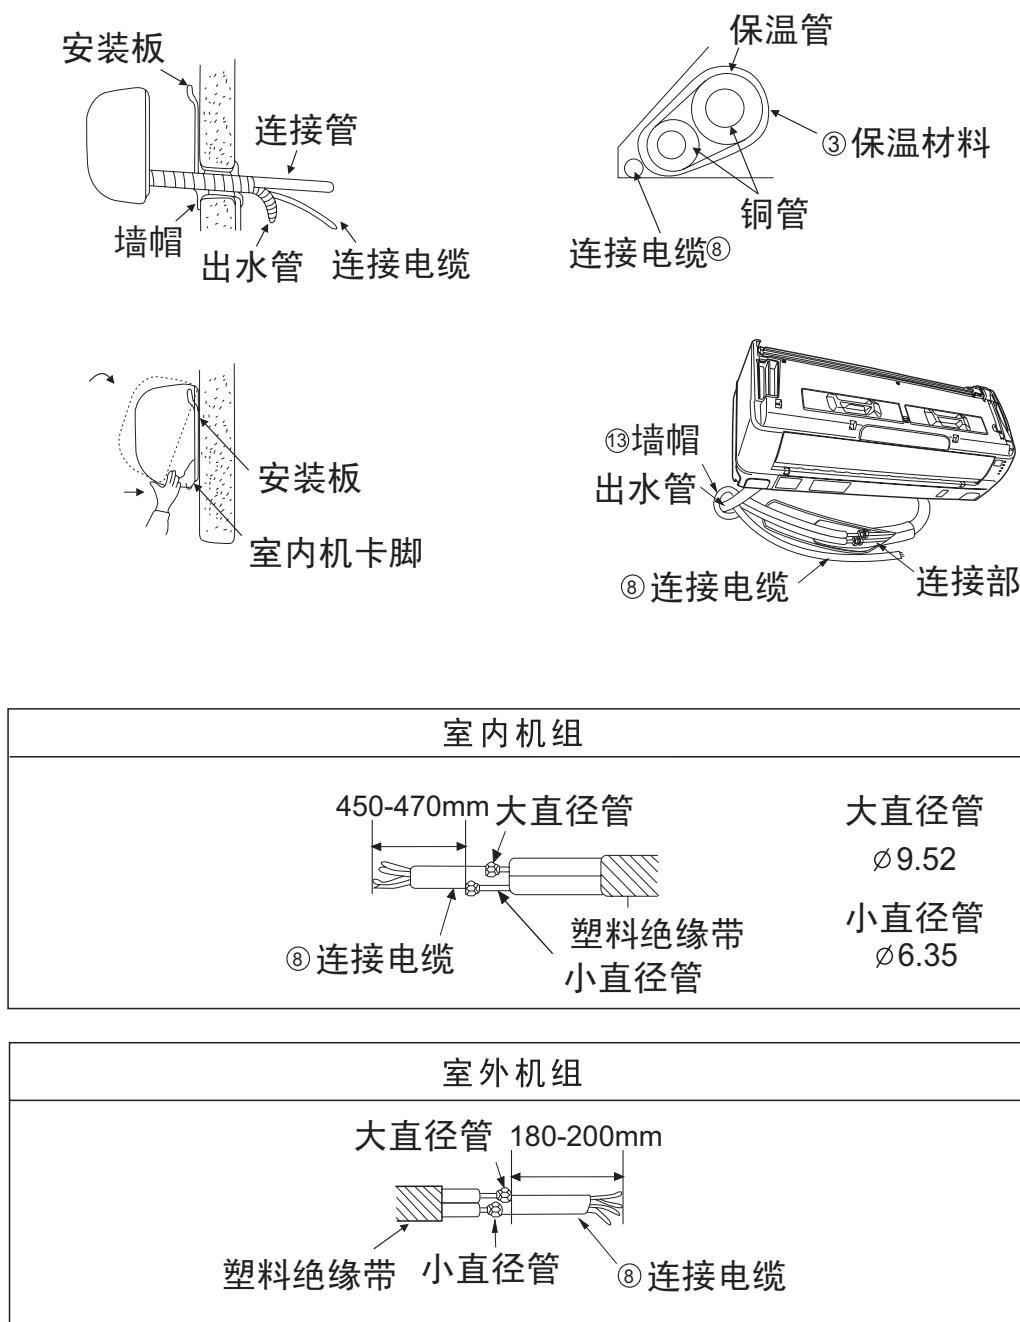

图25
- (1) 把出水管塞进预埋在墙壁内的墙洞管内。
- (2) 当把铜管接上之后，请首先合拢铜管上开口处保温材料，裹紧接口处。
- (3) 再用附件③保温材料包扎室内机组铜管接口处。
- (4) 修整电线与铜管以便将它们塞进机组后面，并用塑料扎带固定。
- (5) 重新把机组的上下的投影搭扣部位牢固地勾在安装板凸出的钩子上。
- (6) 室内外接管与电线的排列安装按图25所示。